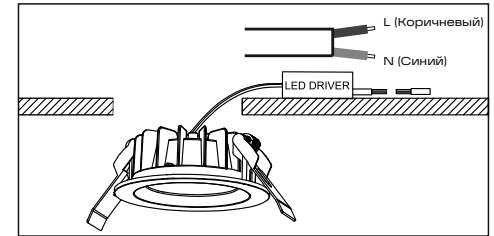

Рис. 2
- Выполните электрическое подключение осветительного прибора согласно рис. 2. Для версий с DALI подключение кабеля управления DALI осуществляется напрямую в клеммную колодку драйвера (DA).